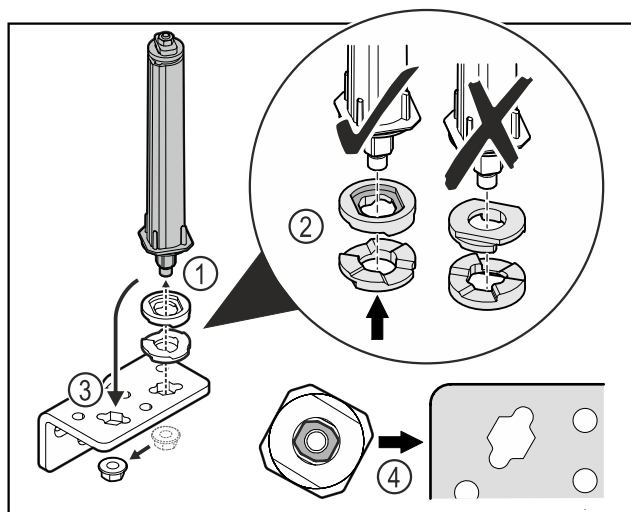

Fig. 52
- ▶ Povolte matici a odstraňte uzavírací systém dveří Fig. 52 (1).
- ▶ Dbejte na správné vyrovnaní výškově stavitelných podložek Fig. 52 (2).
- ▶ Přesaďte uzavírací systém dveří v úhelníku závěsu a upevněte jej maticí Fig. 52 (3).
- ▶ Při nasazování dbejte na správné vyrovnaní uzavíracího systému dveří Fig. 52 (4).